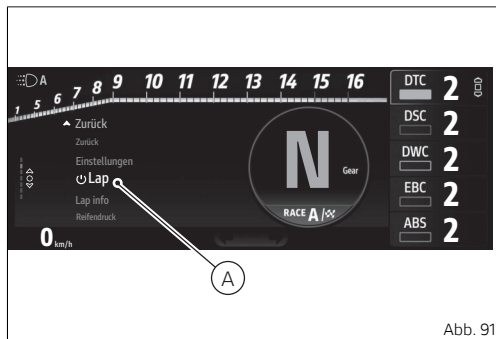

Abb. 91
- über die Tasten  und  die Angabe „Lap“ (A, Abb. 91 S.119) markieren, dann die Taste  drücken.